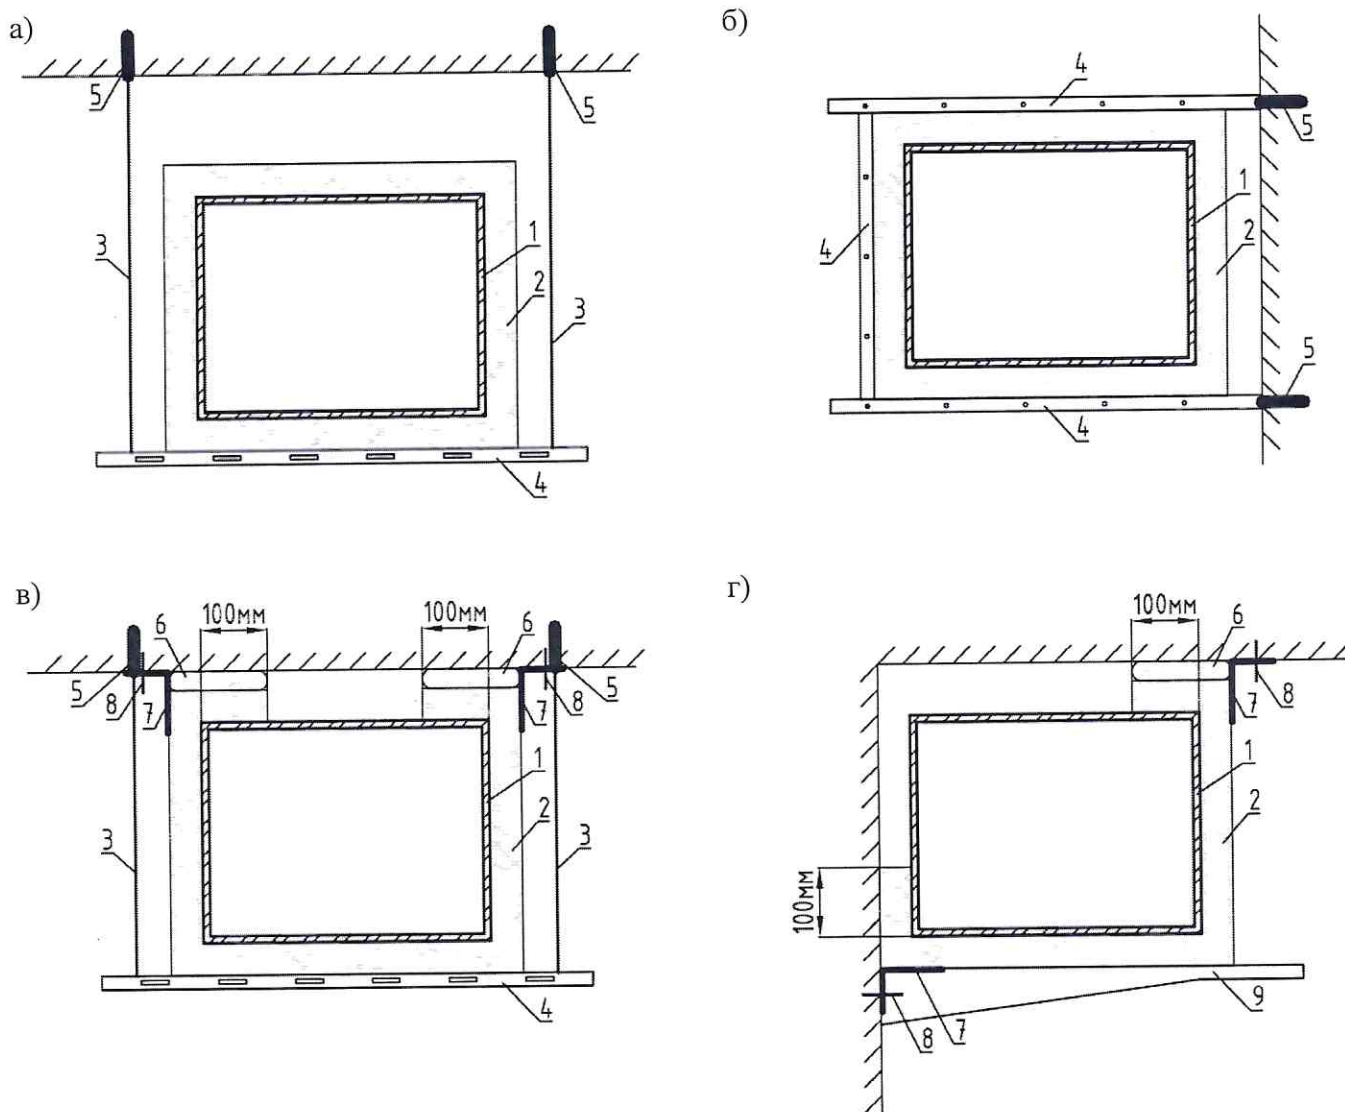

Рис. 3. Установленное покрытие PRO-VENT на воздуховодах:
- монтаж покрытия PRO-VENT вести на земле до установки воздуховода в проектное положение (рис. 3а, б);
- монтаж покрытия PRO-VENT осуществляется согласно п.4.6 с заведением покрытия между строительной конструкцией и воздуховодом на 50-100 мм. Оставшиеся узкие промежутки между воздуховодом и строительной конструкцией плотно заполняются шнуром ШБТ на расстояние не менее 100 мм (рис. 3в, г).